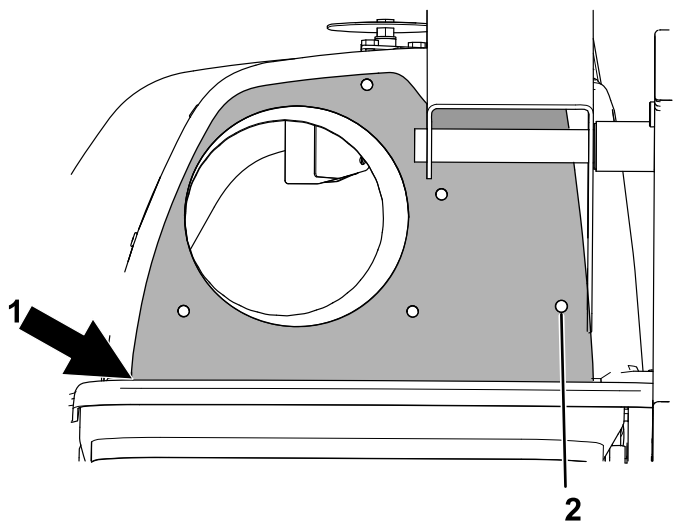

Bild 6
- Legen Sie die Schablone auf die Motorhaube und richten Sie das rechte Loch mit dem Befestigungsloch für die Schwenkhalterung und die Unterkante mit dem Vorsprung der Motorhaube aus (Bild 6).